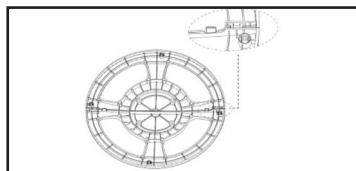

Рис. 4
- Аккуратно вставьте шнур питания в фиксатор на основании (1) (рис. 4).
- Убедитесь, что основание (1) надёжно закреплено.